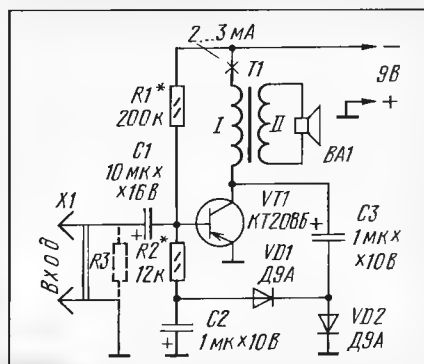

Рис. 2
**Усилитель мощности к плееру.** Если у вас есть простой плеер, скажем, "Sunpu Japa" с выходом на головные телефоны, а нужно организовать коллективное прослушивание музыкальных новинок – выручит усилитель мощности, выполненный по приведенной на рис. 2 схеме.